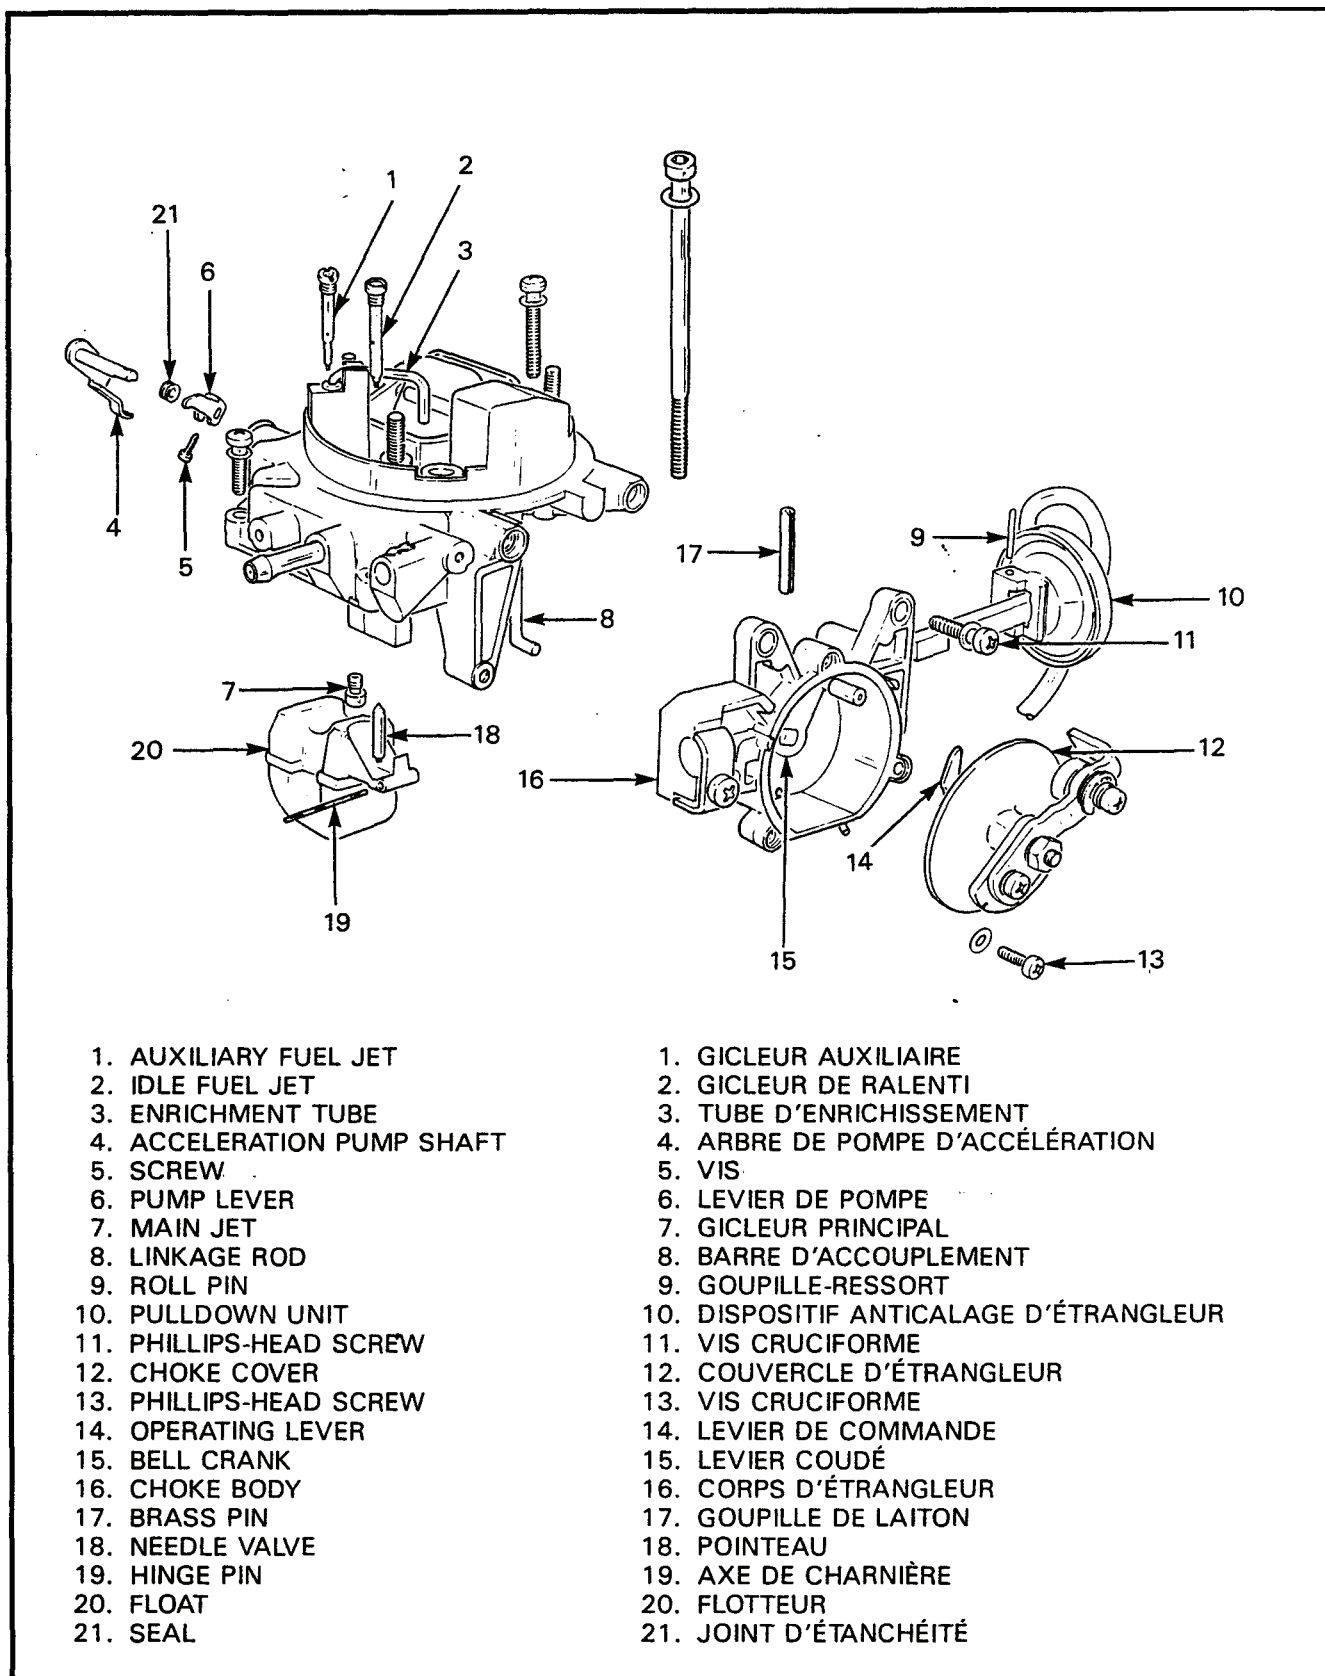

Figure 2-1-5 Top Half of Carburetor
| c. See Figure 2-1-5 and disassemble the top half of the carburetor: | c. Voir figure 2-1-5 et démonter la partie supérieure du carburateur: |
- (4) Remove the idle (2) and auxiliary (1) fuel jets.
- (5) Remove the main jet (7).
- (6) Remove the screw (5) and pull the acceleration pump shaft (4) from the top and the pump lever (6). Remove the seal (21) from the shaft.
- (7) Remove the pump lever.
d. See Figure 2-1-5 and disassemble the choke:
- (1) Using a small pin punch, drive the roll pin (9) and the brass pin (17) from the choke body (16).
- (2) Pry the pulldown unit (10) from the choke body.
- (3) Remove the three Phillips-head screws (13) and washers and remove the choke cover (12) from the body.
- (4) Enlever les gicleurs de ralenti (2) et auxiliaire (1).
- (5) Enlever le gicleur principal (7).
- (6) Enlever la vis (5) et enlever l'arbre de la pompe d'accélération (4) et le levier de la pompe (6). Enlever le joint (21) de l'arbre.
- (7) Enlever le levier de la pompe.
d. Voir figure 2-1-5 et démonter l'étrangleur:
- (1) Au moyen d'un petit chasse-goupille, expulser la goupille-ressort (9) et la goupille de laiton (17) de l'étrangleur (16).
- (2) Soulever le dispositif anticalage (10) de l'étrangleur.
- (3) Enlever les trois vis cruciformes (13) et les rondelles, et enlever le couvercle de l'étrangleur (12) du carburateur.
- a. See Figure 2-1-5 and assemble the top half of the carburetor, using the carburetor kit:
- (1) Install the main jet (7) in the underside of the top.
- (2) Install the auxiliary (1) and idle (2) jets in the top.
- (3) Install a new seal (21) on the accelerator pump-shaft (4) with the lip facing the carburetor.
- (4) Install the lever (6) in the top and push the shaft (4) through the top and into the lever. Secure with the screw (5).
- (5) Hook the spring of the needle valve (18) over the float arm.
- (6) Install the float (20) in the top, ensuring the needle valve fits in the seat.
- a. Voir figure 2-1-5 et assembler la partie supérieure du carburateur au moyen du kit du carburateur:
- (1) Installer le gicleur principal (7) sous la partie supérieure.
- (2) Installer les gicleurs auxiliaire (1) et de ralenti (2) sur la partie supérieure du carburateur.